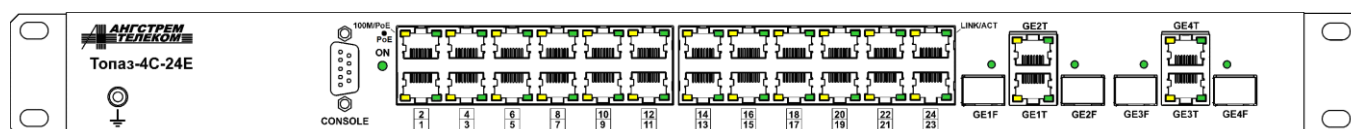

Рисунок 2.2 – Внешний вид коммутатора Топаз-4С-24Е-ВТ
- металлический корпус IP30 для установки в стандартную 19-дюймовую стойку Евромеханика, рисунок 2.2;
Промышленные коммутаторы Топаз-2С, Топаз-4С выполнены в металлическом корпусе типоразмера 1U / 19", предназначенном для установки в стандартную 19-дюймовую стойку Евромеханика или в соответствующий телекоммуникационный шкаф. Внешний вид коммутаторов показан на примере Топаз-4С-24Е-ВТ, рисунок 2.2.